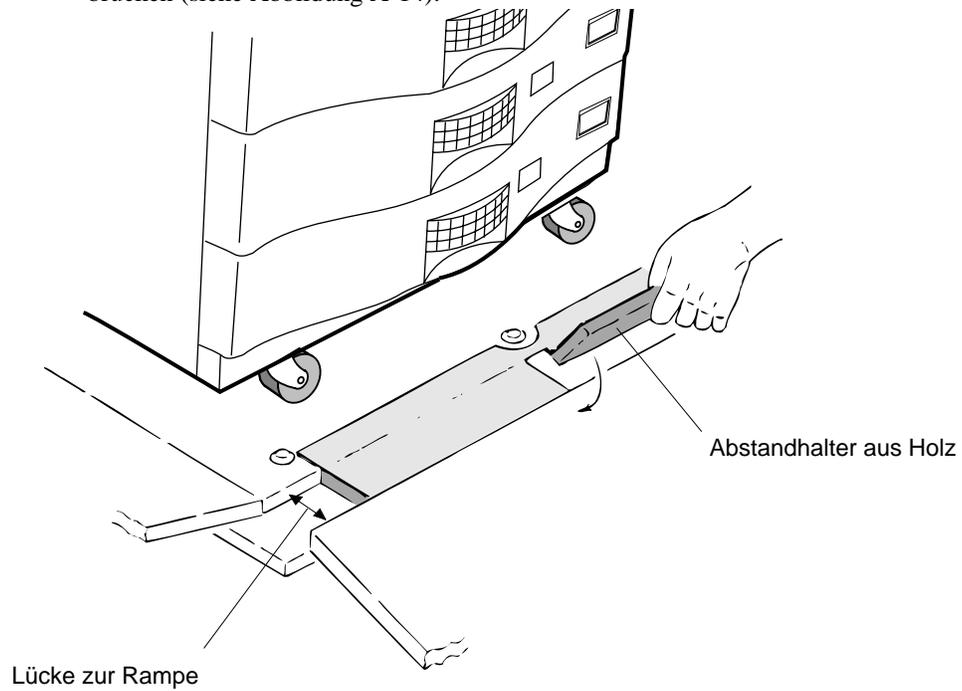

Abbildung A-14 Abstandhalter umklappen
3. Klappen Sie die beiden kleinen Abstandhalter um, um die Lücke zur Rampe zu überbrücken (siehe Abbildung A-14).